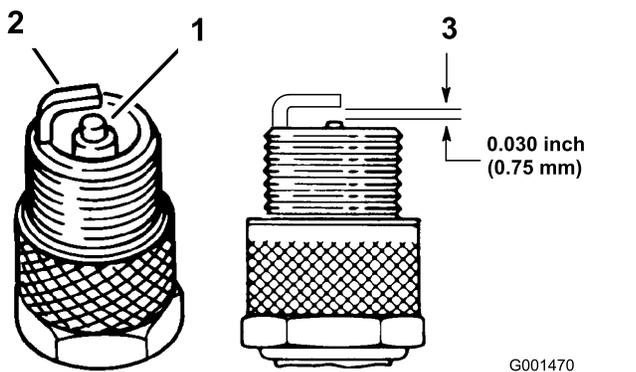

Рисунок 26
1. Осмотрите середину каждой свечи зажигания (Рисунок 26). Если вы видите на изоляторе светло-коричневый или серый налет, то двигатель работает должным образом. Черный налет на изоляторе обычно означает, что загрязнен воздухоочиститель.
2. Проверьте зазор между центральным и боковым электродами (Рисунок 26). Если зазор неправильный, отогните боковой электрод.